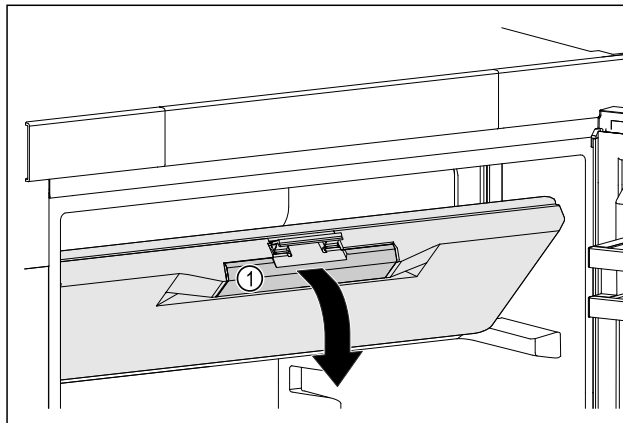

Fig. 45
- ▶ Возьмитесь за утопленную ручку Fig. 45 (1) на двери морозильного отделения.